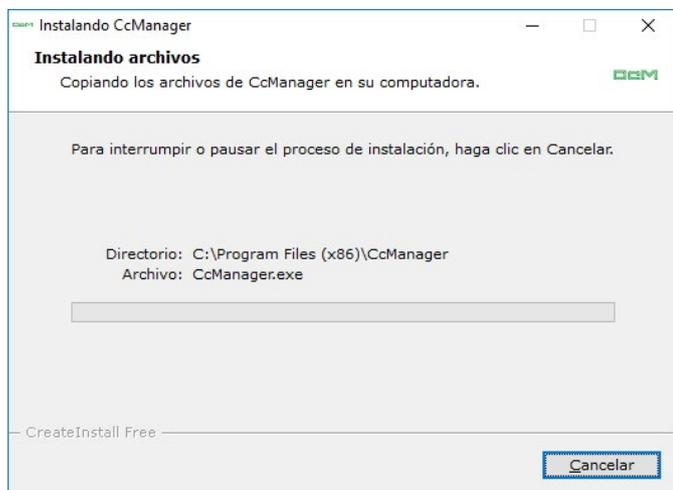

Figura 3. Windows – Proceso Instalación 3 de 4
- En ese momento empezará la copia de los ficheros necesarios para la ejecución del programa en su equipo (verá una barra que le informará del progreso del mismo como en la Figura 3).